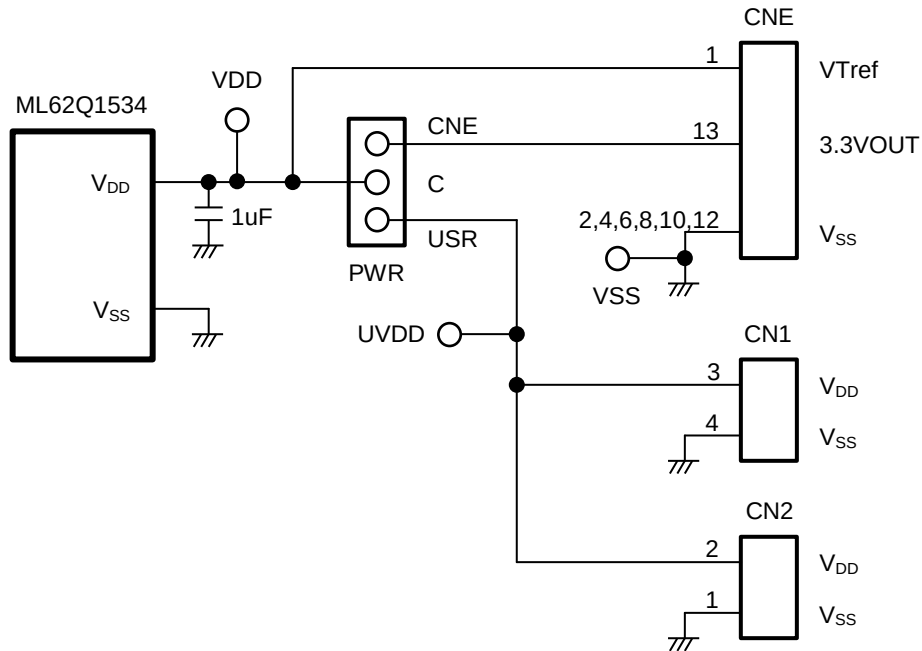

図 2 電源回路
- 1.2 ML62Q1534 Reference Board 外観図 2